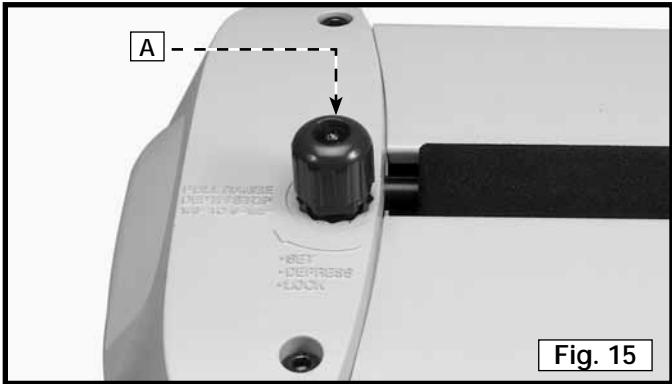

Fig. 15
1. Vous pouvez utiliser la butée de profondeur (A) fig. 15 pour régler le porte-lame à une épaisseur prédéterminée. La butée peut être réglée à une profondeur variant entre 3,2 mm et 165 mm (1/8 po et 6 1/2 po) pour un rabotage répétitif.
3. Tourner le bouton de butée de profondeur (A) fig. 15 dans le sens horaire tout en appliquant une légère pression jusqu'à ce qu'il s'arrête.